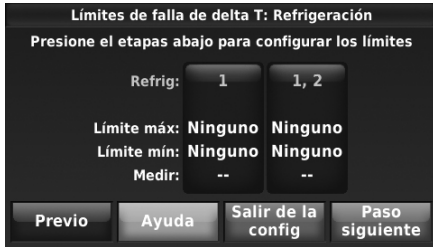

Fig. 18.
- Presione Etapa 1 para configurar los límites y el tiempo de funcionamiento (consulte a la Fig. 18). Utilice los datos guardados de la prueba ubicados en la esquina superior derecha de la pantalla para configurar los límites de mínimo y máximo de delta T y el tiempo de funcionamiento (consulte a la Fig. 19).